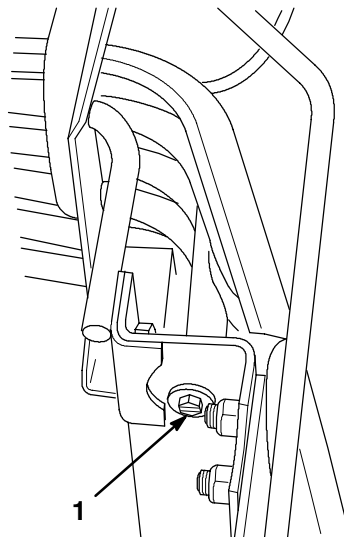

Abbildung 54
2. Den Kühlergrill des Traktors ausbauen, indem die Haube angehoben und die beiden Schrauben und Unterlegscheiben gelöst werden, mit denen er befestigt ist (Abb. 54). Die Haube schließen und den Kühlergrill nach vorne herausziehen.
7. Den Kühlergrill wieder am Traktor anbringen und mit den zwei vorher entfernten Schrauben und Unterlegscheiben befestigen (Abb. 54).
5. Den Kühlergrill wieder am Traktor anbringen und mit den zwei vorher entfernten Schrauben und Unterlegscheiben befestigen (Abb. 54).